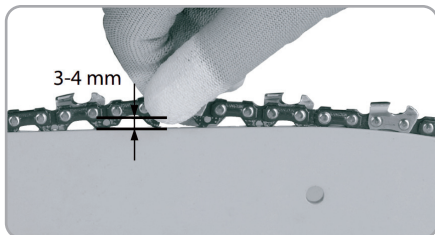

Fig.5
- Desurubati busonul de alimentare cu carburant si umpleti rezervorul cu carburant (fig.5).